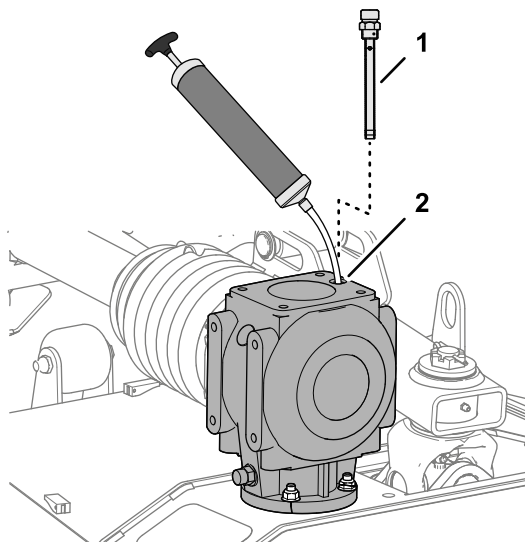

Figure 62
1. Retirez la jauge au sommet du boîtier d'engrenages (Figure 62).
2. Vidangez le liquide du boîtier d'engrenages en insérant une seringue à huile dans l'orifice de la jauge (Figure 62).